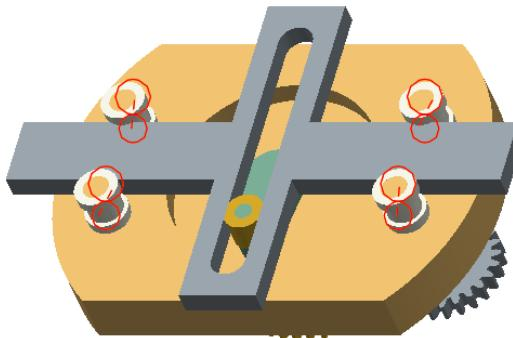

图 9.4.35 设置 3D 接触
Step4. 设置其他的 3D 接触。参考 Step3 的操作步骤，设置其他 3 组（RING01）挡环与滑块（SLIDER）之间的 3D 接触连接，如图 9.4.35 所示。